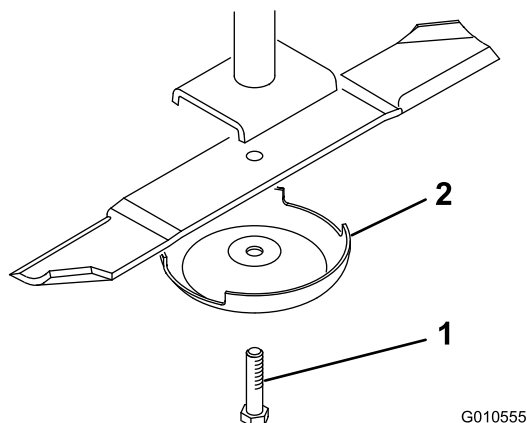

Bild 30
2. Halten Sie das Ende des Messers mit einem stark wattierten Handschuh oder wickeln Sie einen Lappen um es herum. Entfernen Sie die Messerschraube, die Antiskalpierskuppe und das Messer von der Spindelwelle (Bild 30).